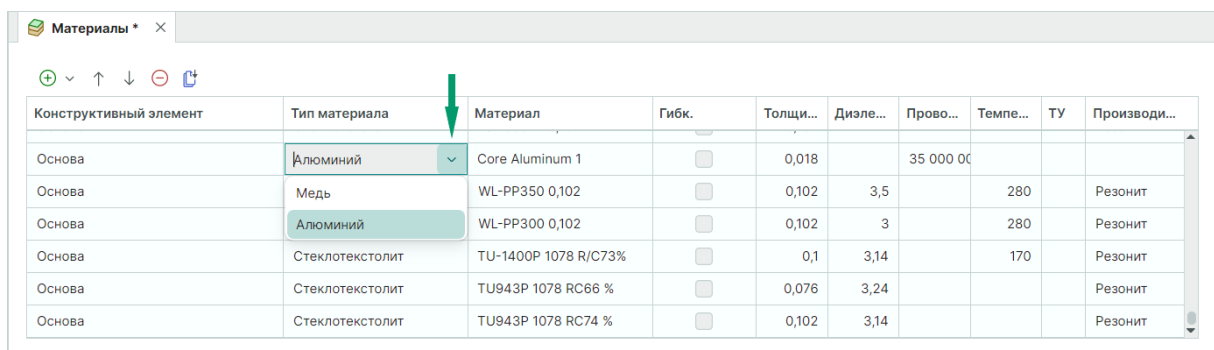

Рис. 28 Выбор материала
3. В поле «Тип материала» из выпадающего списка выберите материал добавленного конструктивного элемента, см. Рис. 28.
3. Сохраните изменения, нажав «Сохранить» или «Сохранить все» на панели инструментов «Общие», см. Рис. 28.